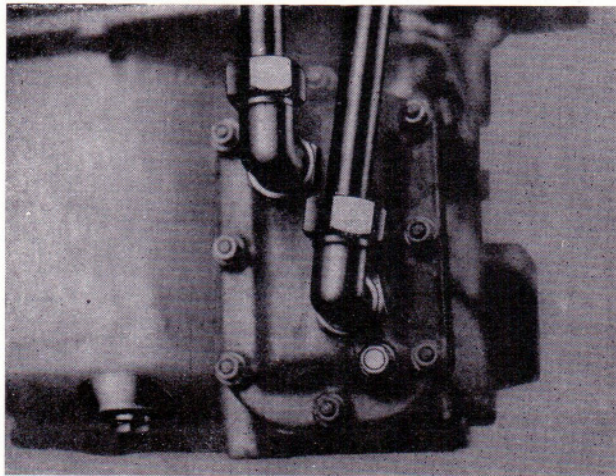

Bild 46
- Ölzufuß- und Ölabflußleitung am Röhrenbündelwärmetauscher abbauen (Bild 46).